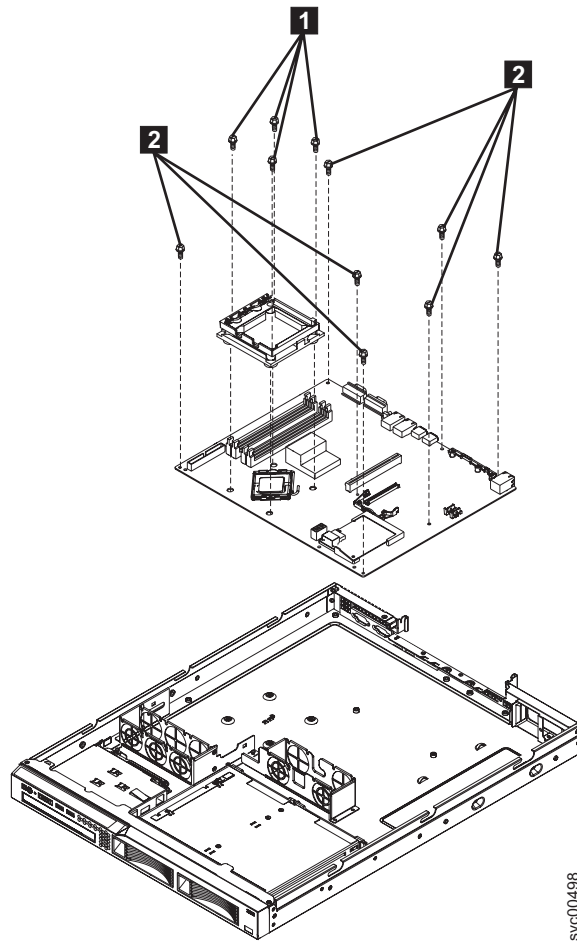

図 270. SAN ボリューム・コントローラー 2145-8A4 システム・ボードおよびマイクロプロセッサの保持モジュール
16. マイクロプロセッサ保持モジュールの向きに注意してから、マイクロプロセッサ保持モジュールをシステム・ボードに固定している 4 本のねじ (329 ページの図 270 の **1**) を取り外します。そして、保持モジュールをサーバーから持ち上げます。
17. システム・ボードをシャーシに固定している残り 8 本のねじ (図 270 の **2**) を取り外します。ねじを安全な場所に置きます。